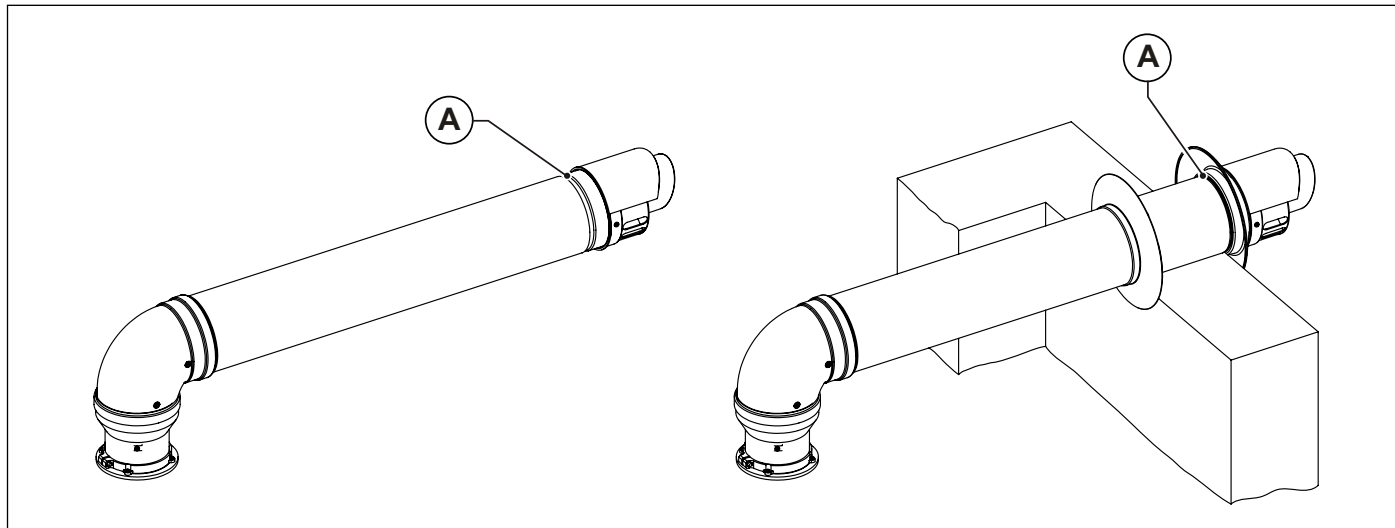

Fig. 12 Installation éléments terminaux muraux
Les éléments terminaux d'aspiration et d'évacuation de l'air, dédoublés et coaxiaux, dans la partie finale sont dotés d'une gorge (A) pour la fixation de la rosace extérieure (voir Fig. 12 Installation éléments terminaux muraux).